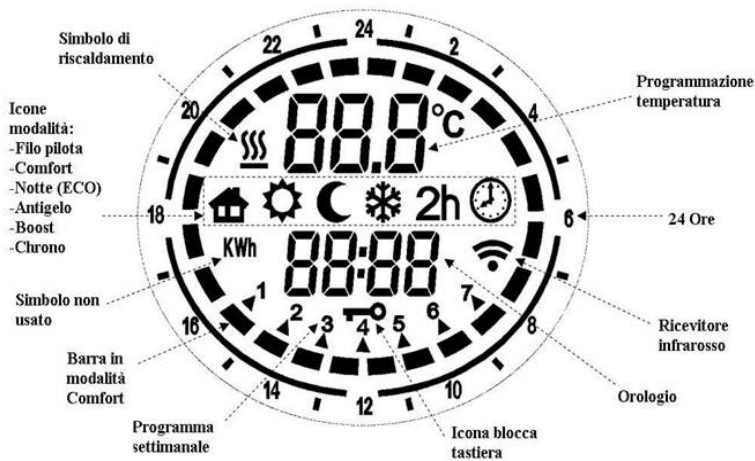

Fig.3
- premere il bottone [Prog] (fig.1) vicino all'icona della modalità comfort che appare nel display (fig.3)
- premi il bottone [Prog] (fig.1) vicino all'icona della temperatura Notte che appare nel display (fig.3).
- premi il bottone [Prog] (fig.1) vicino all'icona Anti-Gelo visualizzata nel display (fig.3).
La freccia che indica il giorno corrente (fig.3) lampeggia: premi i bottoni [+] e [-] (fig.1) per impostare il corretto giorno corrente. Poi premi il bottone [Prog] (fig.1) nuovamente per confermare.